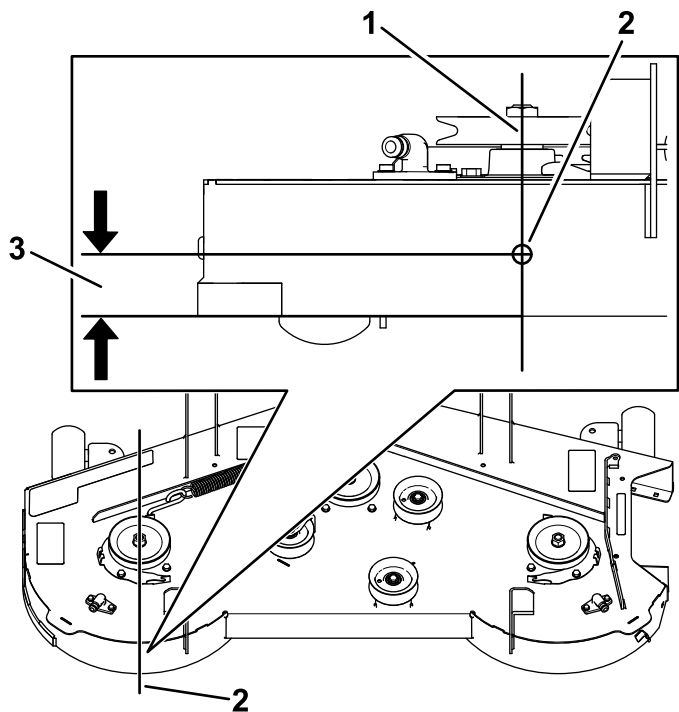

Figure 2
3. Percez un trou à l'emplacement repéré à l'aide d'un foret (9/32 po) comme montré à la Figure 2.